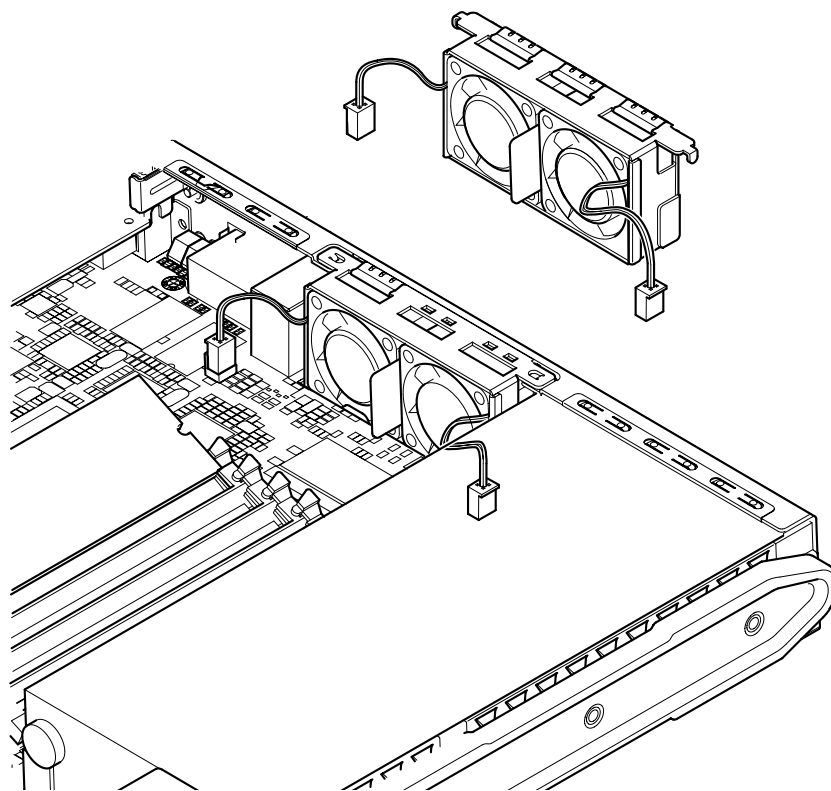

図 11-10 背面側のデュアルファン部品 (ファン 1 とファン 2) の交換
2. 正しくアースした静電気防止用リストストラップを手首に巻いて、ESD マット上でサーバー本体を開き、システムボードから交換するデュアルファン部品のケーブルを抜き取ります (図 11-10 を参照)。
5. システムボードにファンのケーブルを接続します (図 11-10 を参照)。